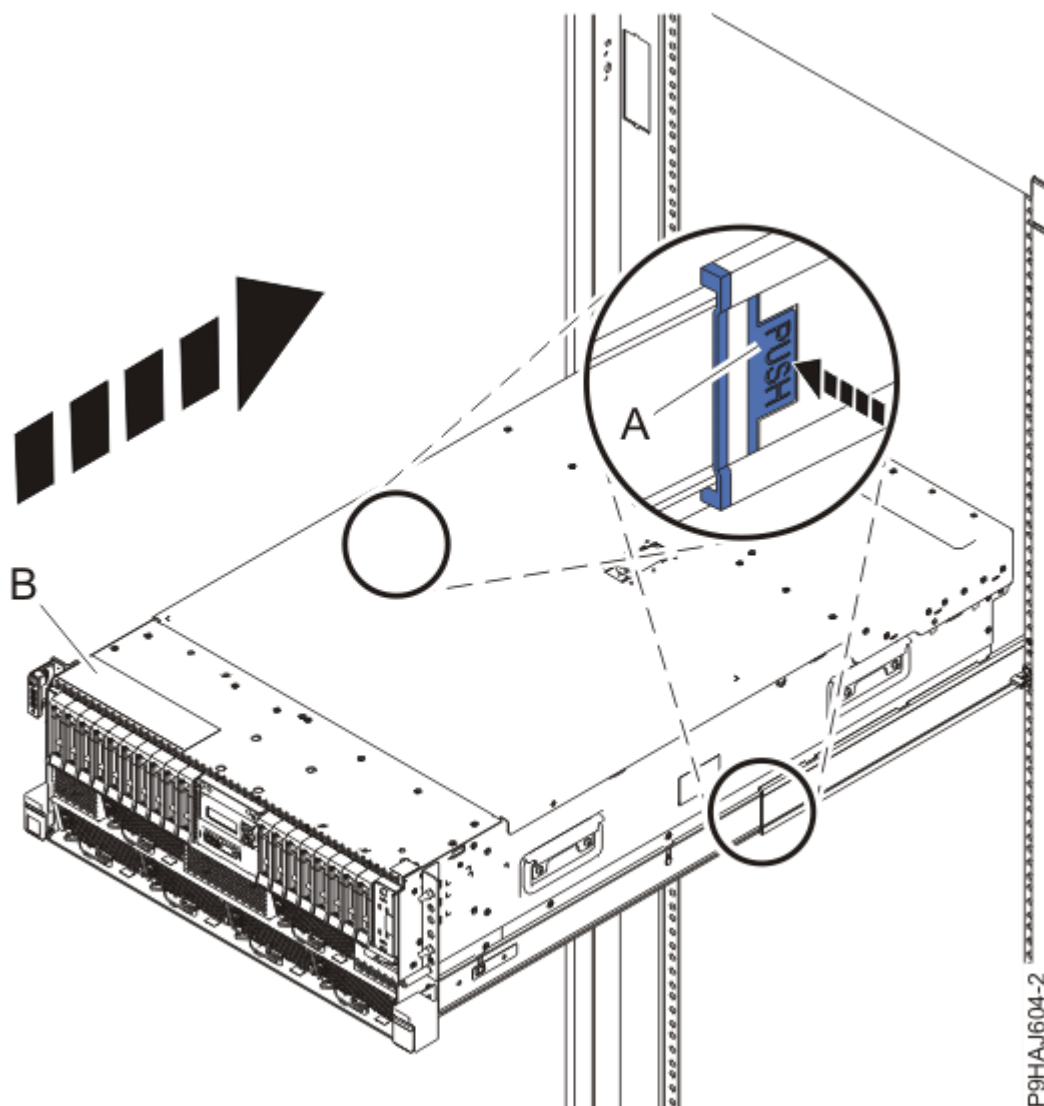

Figure 29. Mise en position de fonctionnement du système
3. Pour un système monté en armoire, déverrouillez les loquets de sécurité bleus (**A**) en les poussant vers l'intérieur, comme illustré dans la Figure 29, à la page 31.